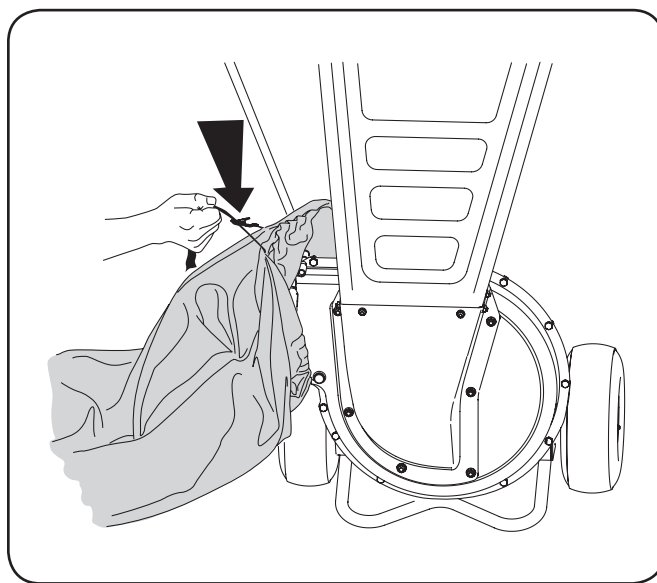

Figure 5-3
2. Oprima la hebilla de seguridad para soltar la tira de extracción de la bolsa antes de soltarla del deflector del canal. Vea la Figure 5-3.